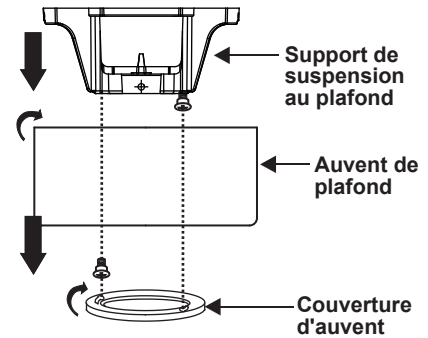

Figure 5
1. Retirez le couvercle inférieur de la verrière décorative de la verrière en tournant le couvercle dans le sens inverse des aiguilles d'une montre. (Fig. 5)
2. Retirez le support de suspension de la verrière en retirant l'une des 2 vis du bas du support de suspension et en desserrant l'autre d'un demi-tour de la tête de vis. Ensuite, tournez la verrière dans le sens inverse des aiguilles d'une montre pour retirer le support de suspension de la verrière. (Fig. 5)